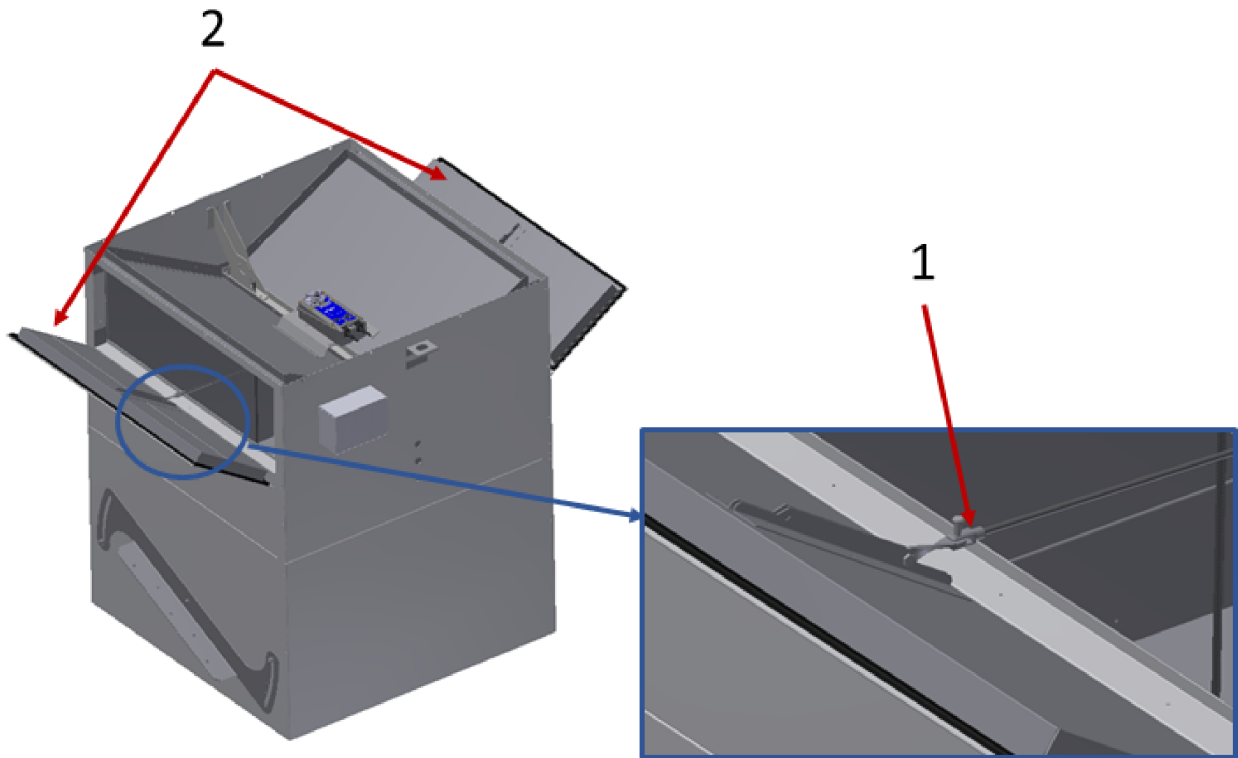

Abb. 24: Klappe
8. ▶ Bolzen Abb. 24 /1) entfernen und die Klappengestänge nacheinander aushängen.
Sehr vorsichtig auf beiden Seiten die Klappen ( Abb. 24 /2) einzeln nach unten umlegen!